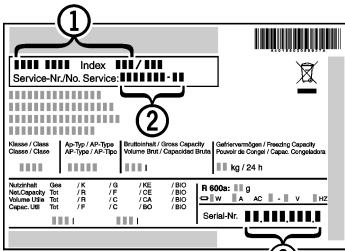

Fig. 50
- Relever la désignation de l'appareil Fig. 50 (1), le n° de service Fig. 50 (2) et le n° de série Fig. 50 (3) sur la plaquette signalétique. Cette plaquette se trouve sur la paroi intérieure gauche de l'appareil.
- Informer le S.A.V. et lui communiquer la panne, la désignation de l'appareil Fig. 50 (1), le n° de service Fig. 50 (2) et le n° de série Fig. 50 (3).